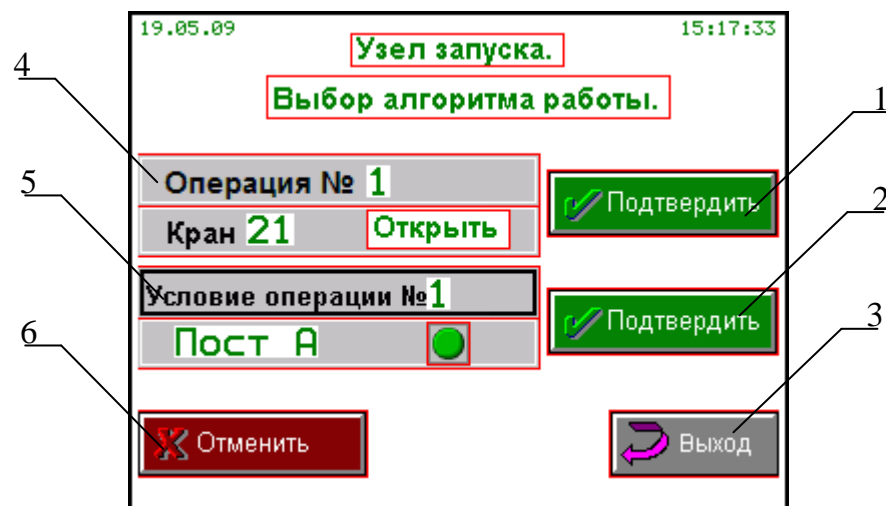

Рисунок 2.16 – Окно выбора операции в алгоритме управления
- в) в открывшемся окне выбора операций (рисунок 2.16), вращая кнопку-потенциометр, выбрать требуемое поле «Операция» (рисунок 2.16, позиция 4) или «Условие операции» (рисунок 2.16, позиция 5);
д) в поле «Операция», вращая кнопку-потенциометр, выбрать кран и операцию с ним, например «Кран 21- открыть». Для сохранения необходимо нажать кнопку «Подтвердить» (рисунок 2.16, позиция 1). Для возврата к исходной операции необходимо нажать кнопку «Отменить» (рисунок 2.16, позиция б);
ж) вращая кнопку-потенциометр, выбрать условие операции (рисунок 2.16, позиция 5), например «Пост А». Для сохранения необходимо нажать кнопку «Подтвердить» (рисунок 2.16, позиция 2). Для возврата к исходной условию операции необходимо нажать кнопку «Отменить»;
з) выход из окна выбора операции в алгоритме управления – кнопка «Выход» (рисунок 2.16, позиция 3)